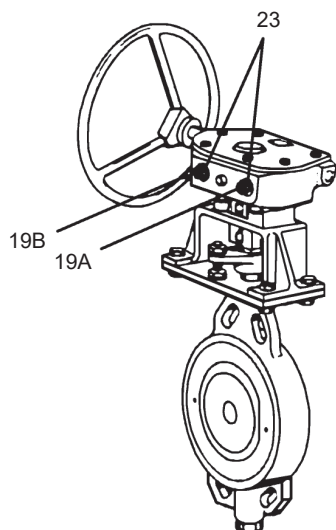

Figure 17
7.6 RÉGLAGE DES BUTÉES SUR LES ACTIONNEURS À RÉDUCTEUR MANUEL MA (FIGURE 17)